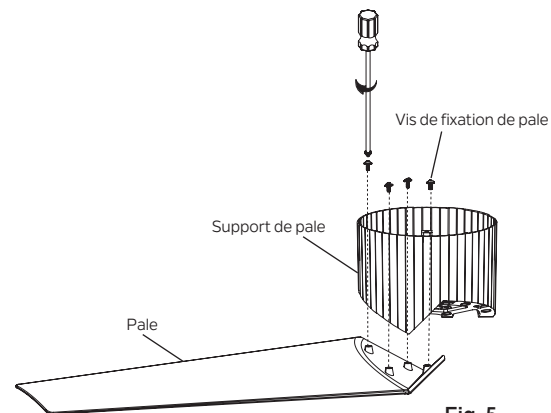

Fig. 5
Étape 1. Aligner les quatre trous d'une pale avec les quatre trous correspondants du support de pale. Visser les vis de fixation de la pale dans les trous alignés et serrer les vis pour fixer la pale au support de pale. Répétez pour les pales restantes. (Fig. 5)